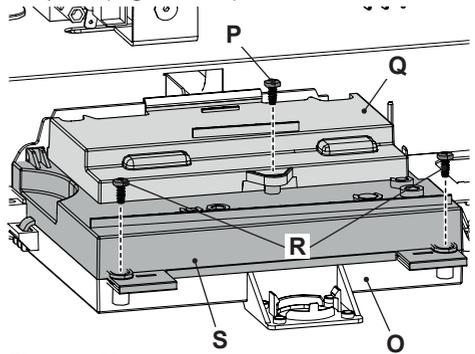

Figura 5.18
- Desenrosque el tornillo **N** (Figura 5.17) y gire el cuadro de mandos **O**, como se muestra en la Figura 5.18.
- Desenrosque el tornillo **P** y levante la tapa **Q** para soltar los cables de los sujetacables (Figura 5.18).
- Desenrosque los tornillos **R** y levante la tapa **S** (Figura 5.18).